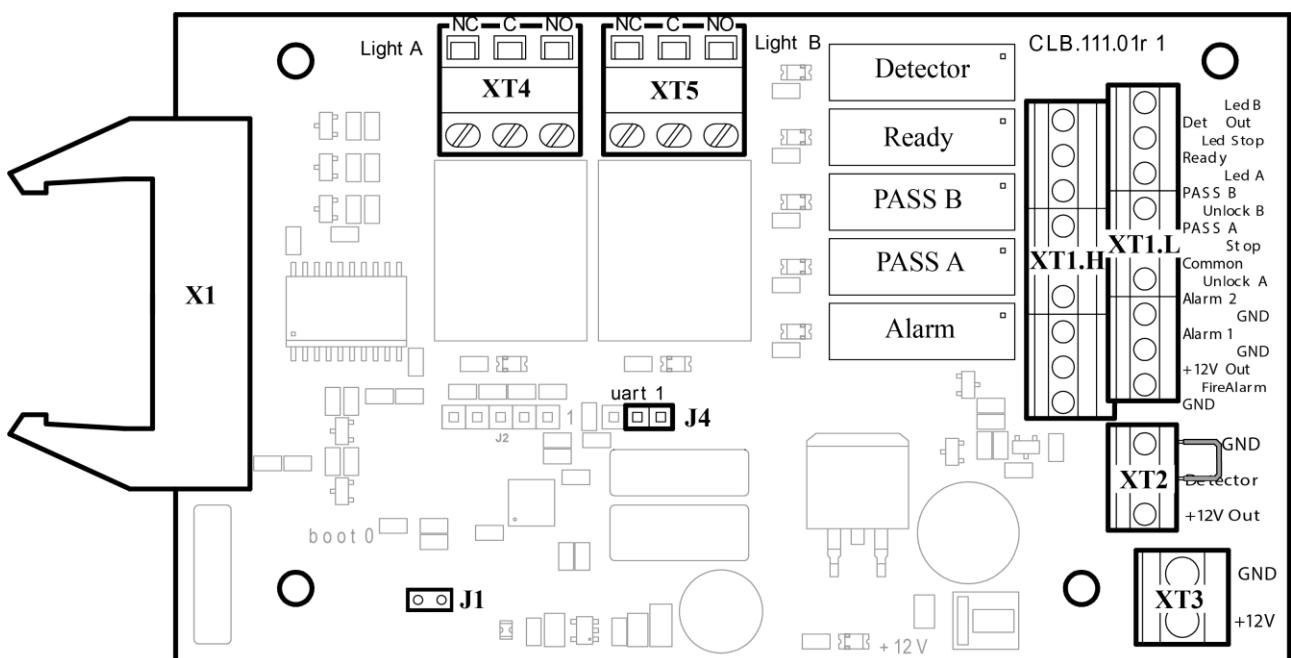

Рисунок 5. Внешний вид платы CLB
ПДУ подключается к плате CLB гибким многожильным кабелем (11) через клеммную колодку **XT1.L** (см. рис. 5 и 12).
Изменить ориентацию ПДУ относительно установки турникета (если по месту установки турникет обращен к оператору не лицевой, а тыльной стороной) можно, поменяв местами провода от ПДУ, подключаемые на контакты *Unlock A* и *Unlock B*, а также *Led A* и *Led B* соответственно (см. рис. 5 и 12).
На плате CLB (см. рис. 5) расположены:
Подключение указанных устройств производится с помощью кабеля (11) к соответствующим клеммным колодкам **XT1.L** и **XT1.H** платы CLB в соответствии со схемой электрических соединений (см. рис. 5 и 12).
Обозначения установленных на плате CLB клеммных колодок и назначение их контактов показаны на рис. 5.
Факт срабатывания / отпускания реле **PASS A**, **PASS B**, **Ready**, **Detector** и **Alarm** можно определить по загоранию/гашению красных индикаторов, которые установлены вблизи указанных реле (см. рис. 5).
Режим управления определяется наличием перемычки на разъеме *J1* (расположение разъема *J1* показано на рис. 5: перемычка установлена – импульсный режим управления, перемычка снята – потенциальный режим управления). При поставке перемычка установлена.